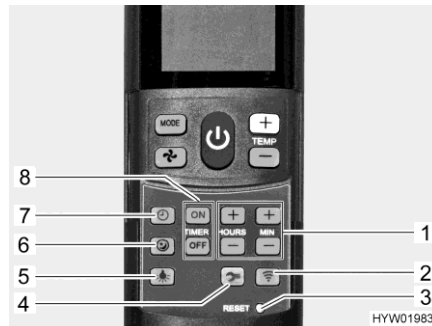

Fig. 115 Mando a distancia con teclas de ajuste (instalación de aire acondicionado)
- Pulsar la tecla Marcha suave (Fig. 115,6). Entonces, el ventilador funcionará a baja velocidad en el funcionamiento de refrigeración y, de esta manera, de modo particularmente silencioso.
- Pulsar la tecla Hora (Fig. 115,7).
- Ajustar las horas y los minutos con las teclas (Fig. 115,1).
- Pulsar la tecla "ON" (Fig. 115,8).
- Pulsar las teclas para el ajuste de la hora (Fig. 115,1) hasta que se haya alcanzado el lapso de tiempo hasta la conexión.
- Pulsar la tecla "OFF" (Fig. 115,8).
- Pulsar las teclas para el ajuste de la hora (Fig. 115,1) hasta que se haya alcanzado el lapso de tiempo hasta la desconexión.
- Volver a pulsar la tecla "ON" o la tecla "OFF" (Fig. 115,8).
- Pulsar la tecla Luz (Fig. 115,5). La iluminación será conectada con el nivel de atenuación ajustado más recientemente.
Atenuar la iluminación: ■ Pulsar la tecla Luz (Fig. 115,5) y mantenerla pulsada hasta que se alcance la luminosidad deseada.
Desconectar la iluminación: ■ Pulsar la tecla Luz (Fig. 115,5).
- ▷ La tecla Instalación (Fig. 115,4) se usa para conectar el mando a distancia con la instalación de aire acondicionado durante la primera puesta en funcionamiento.